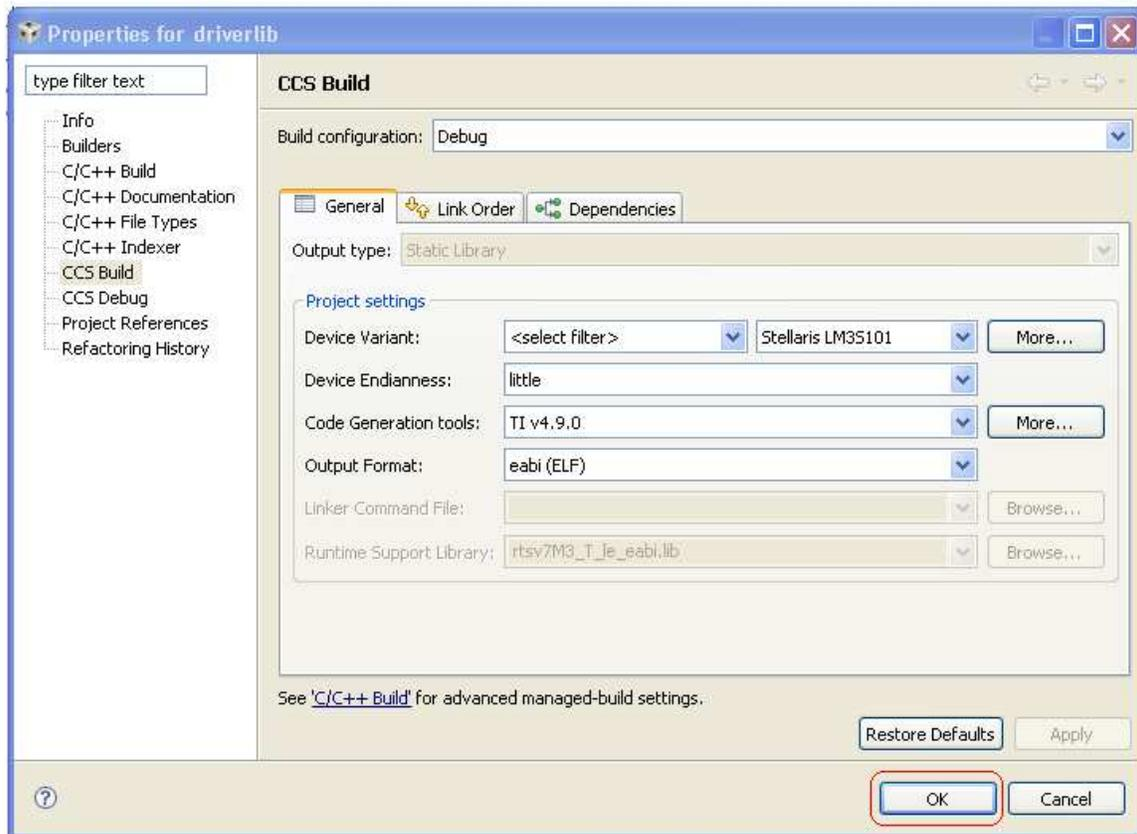

图 26. 针对 **driverlib** 的属性（**Code Composer Studio** 建立）
7. 在之后出现的窗口上单击 **OK**（如图 26 中所示）→ 返回用于此项目的 **Code Composer Studio** 项目属性。